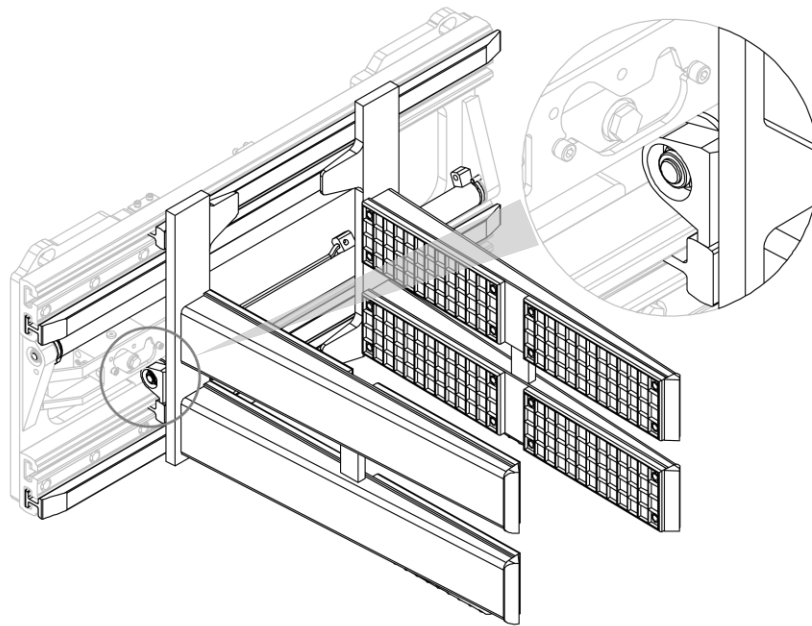
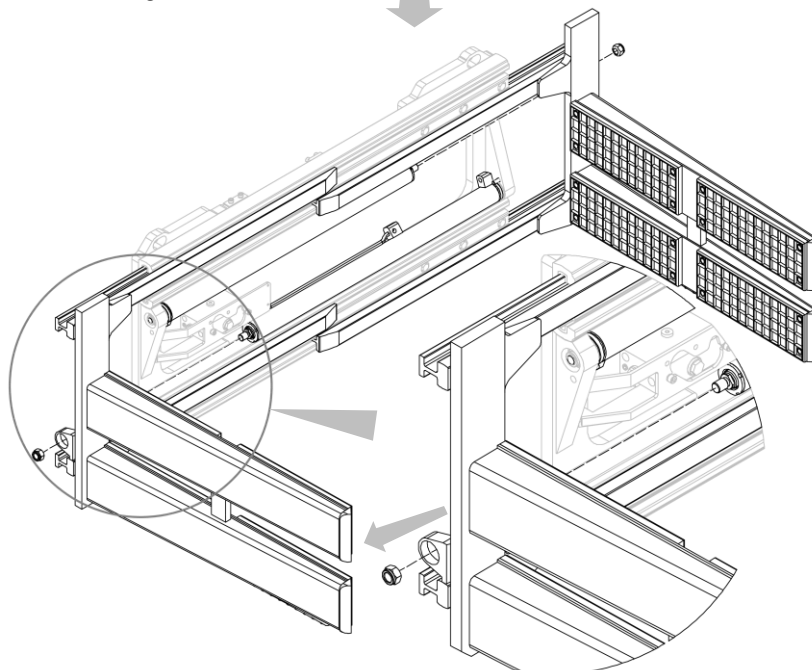

Abbildung 25
Abbildung 26
2. Lösen Sie die Muttern, mit denen die Gabelzinken an den Spannbacken befestigt sind (siehe *Abbildung 25* und *Abbildung 26*).